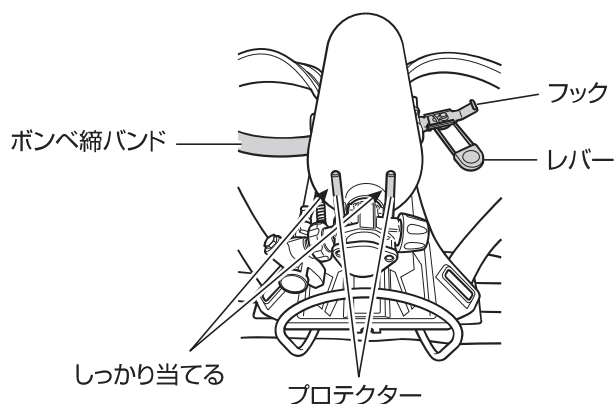

図2 ボンベの向き合わせる
1. ボンベを背負具にのせる。(図 2 参照)
2. ボンベのそく止弁のハンドルが背板に対して水平になるようにボンベを調整する。(図 2 参照)